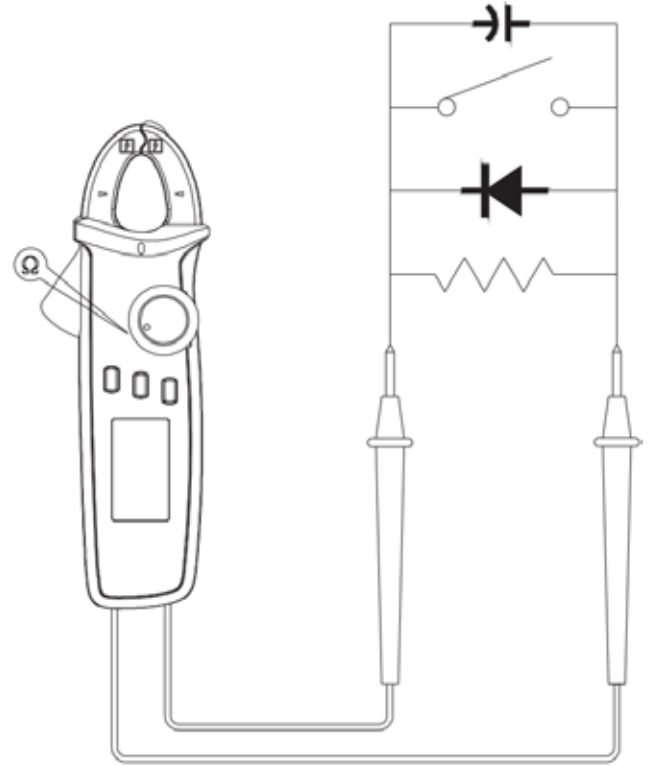

Рисунок 4
8.2. Измерение сопротивления / емкости / проверка диодов / прозвонка цепей (см. рисунок 4)